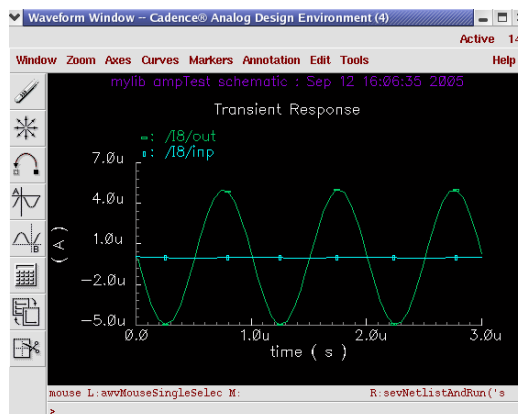

图 5.9 瞬态仿真曲线
- ⑤ 在 Transient Options 窗口中, 在 infotimes 栏输入如下:
- ⑥ 点击 Transient Options 窗口顶部的 OK, 再点击 Choosing Analyses 窗口中的 OK, 完成设置。
- ⑦ 在 simulation 窗口中, 选择 Simulation→Netlist→Recreate 提取网表, 选择 Simulation→Run 运行仿真, 结果如图 5.9 所示。
- ⑧ 在 ampTest schematic 窗口中, 选择 Design→Hierarchy→Descend Edit, 点亮 amplifier 的符号, 设置 View Name 为 schematic, 点击 OK, 进入 ampTest 电路下一层的 amplifier 中。
- ⑨ 在 simulation 窗口中, 选择 Results→Print→Transient Operating Points, 弹出 Result Display Window 窗口。
- ⑩ 移动光标到改变 ampTest schematic 窗口中, 选择 pmos 管 M1、M3, 按 Esc 键。在 Result Display Window 窗口中, Ids 和 gm 分别代表 M1 和 M3, 证实在不同的 infotimes 下, Ids 和 gm 保持常数。